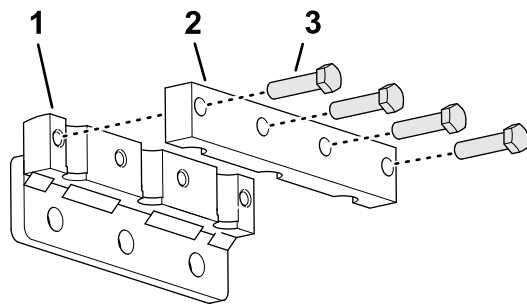

Figure 40
1. Fixez légèrement le serre-louchets sur le porte-louchets (Figure 40) à l'aide de 4 boulons ( $\frac{3}{8}$ " x  $1\frac{1}{2}$ " ). Ne serrez pas les vis.